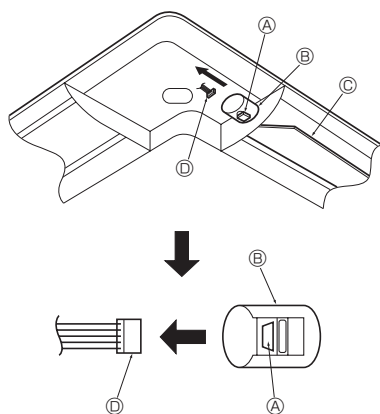

Fig. 7-9
7.4. Verrouillage du sens de la soufflerie d'air vers le haut/vers le bas (Fig. 7-9)